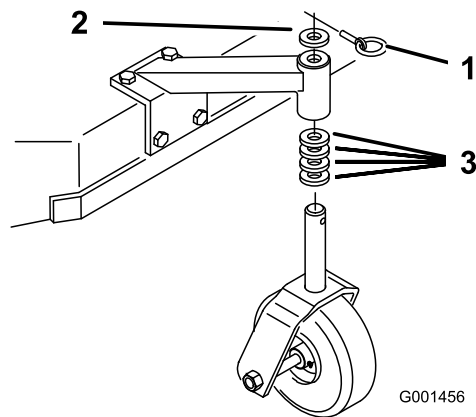

Figura 18
1. Usando la Tabla de alturas de corte \(página 25\), ajuste los espaciadores de las ruedas giratorias según el taladro de eje seleccionado (Figura 18).
2. Retire el pasador, retire la rueda giratoria del soporte y cambie los espaciadores (Figura 18).
3. Instale la rueda giratoria en el soporte e introduzca el pasador (Figura 18).